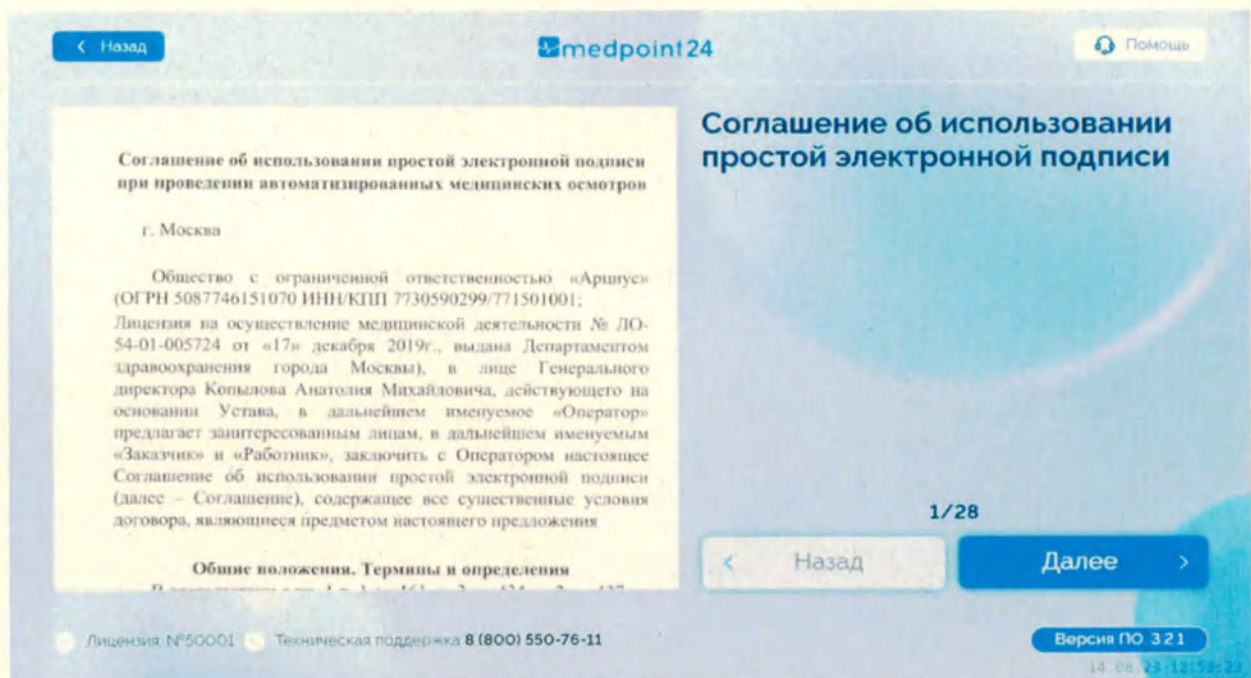

Рисунок 17. Соглашение об использовании простой электронной подписи в модуле ПО Medpoint24 – Терминал
2) При первой авторизации в модуле ПО Medpoint24 – Терминал, необходимо выразить согласие об обработке персональных данных (Рисунок 16) и принять соглашение об использовании простой электронной подписи (Рисунок 17), подтвердив свои действия на экране. Чтобы перейти к следующей странице документа, нажмите кнопку «Далее». Подтвердить согласие можно только на последней странице документа (Рисунок 16.1 и 17.1). Для этого нажмите на чек-бокс «Я принимаю условия документа», а затем кнопку «Далее»